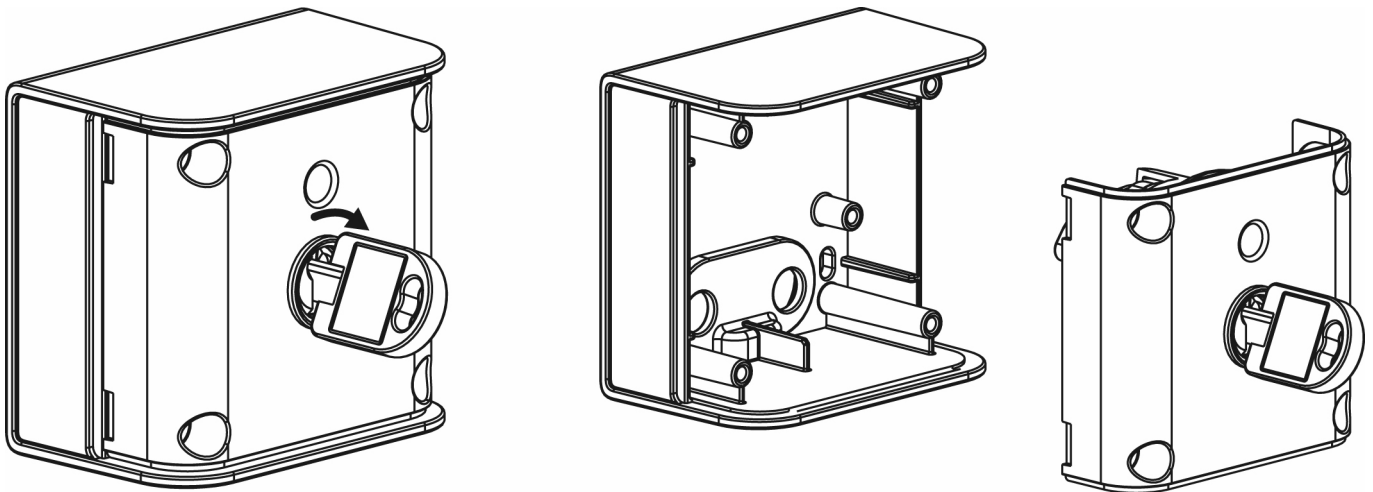

Fig. 2
4. Inserire la chiave nella serratura, girare la chiave in senso orario ed estrarre il selettore dalla base (Fig. 2)
5. Inserire la chiave nella serratura, girare la chiave in senso orario ed estrarre il selettore dalla base (Fig. 2)
6. Inserire la chiave nella serratura, girare la chiave in senso orario ed estrarre il selettore dalla base (Fig. 2)
4. Insert the key into the lock, turn the key clockwise and remove the key switch from the base (Figure 2)